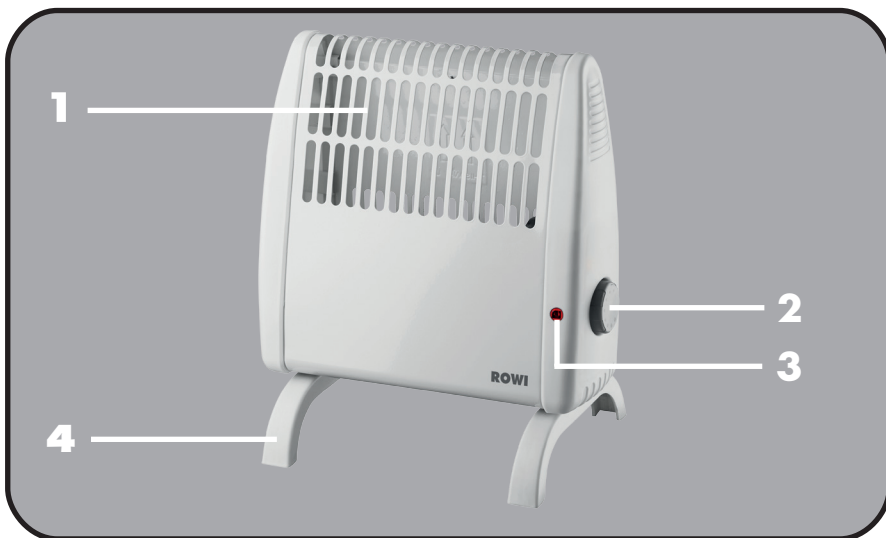
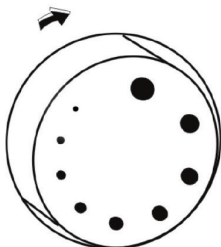

Abb. 2: Geräteübersicht
Abb. 2b: Temperaturregler
2. Drehen Sie den Temperaturregler (siehe Abb. 2b) im Uhrzeigersinn bis zum rechten Anschlag. Die Kontrolllampe leuchtet auf.
1. Drehen Sie den Temperaturregler (siehe Abb.2, Nr.2) gegen den Uhrzeigersinn bis auf Position „0“ (siehe Abb.2b) und die Kontrolllampe erlischt.